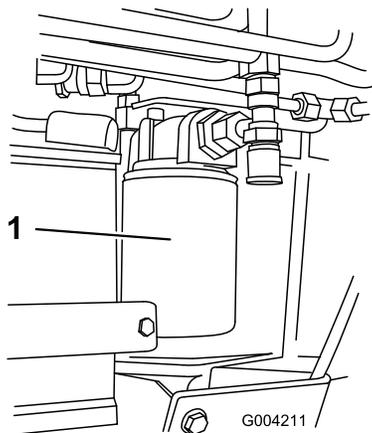

Рисунок 61
4. Поместите под крышку сливной поддон (Рисунок 61).
5. Снимите старый фильтр (Рисунок 61) и начисто протрите поверхность прокладки переходника фильтра.
7. Установите новый фильтр гидравлической системы в переходник фильтра (Рисунок 61). Поверните фильтр гидравлической системы по часовой стрелке так, чтобы резиновая прокладка соприкоснулась с переходником фильтра, после этого затяните фильтр, повернув его еще на 3/4 оборота.